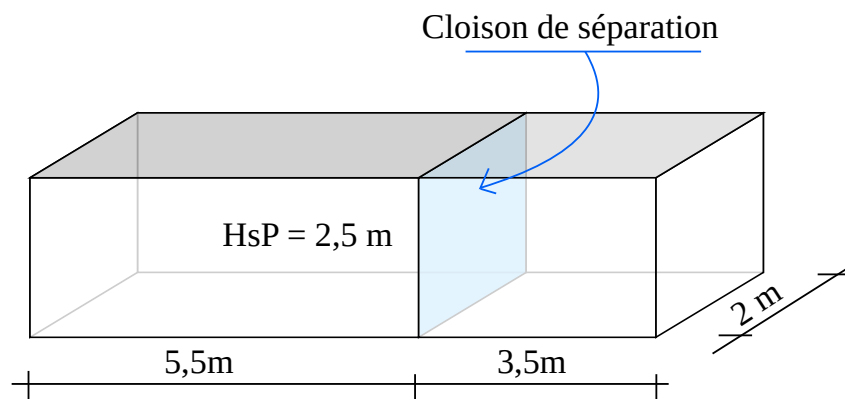

FIGURE 1 – Schéma des deux locaux mitoyens. Exercice 2.2.
- dimensions des locaux visibles sur la figure 1 ;